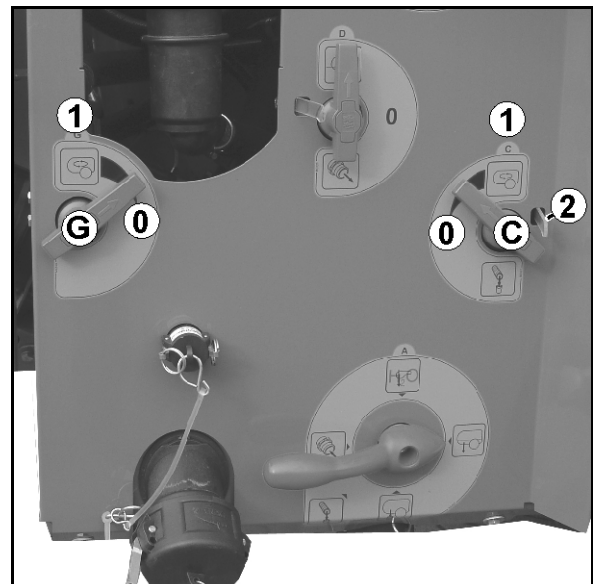

Fig. 46
### Stand with crank (Fig. 46/1):
5. Using the manual crank (Fig. 46/5)
1. Loosen linchpin (Fig. 46/2) lösen.
2. Pull out pin (Fig. 46/3) herausziehen.
3. Raise/lower stand using handle (Fig. 46/4).